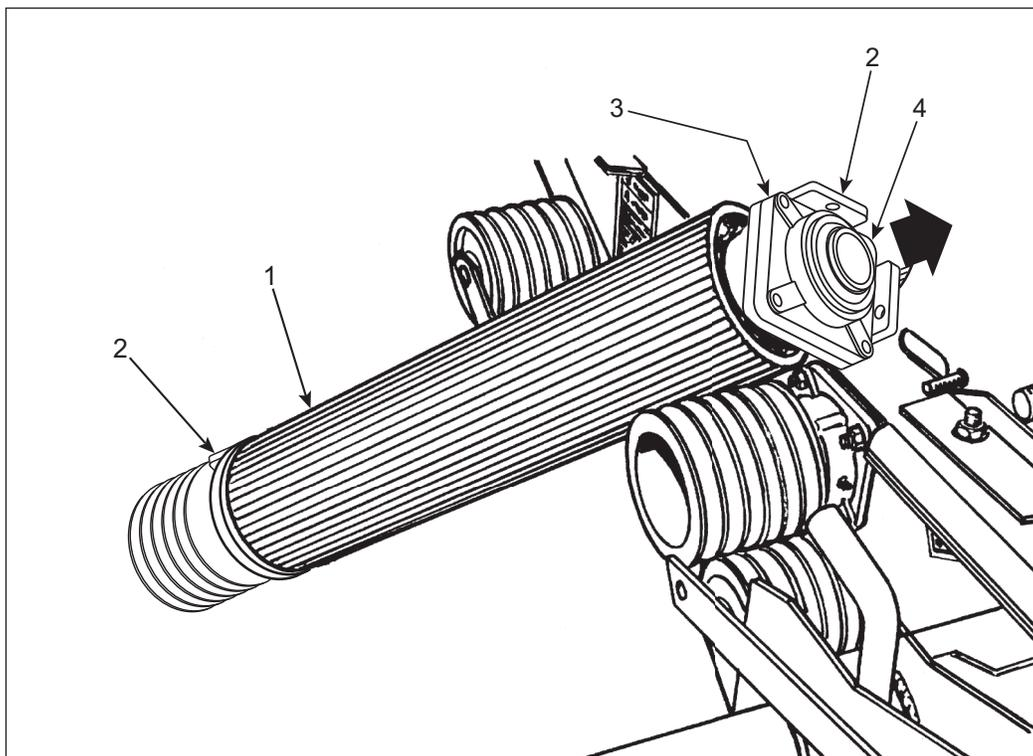

Figure 55
ÉTAPE 8 - FIGURE 55
1. Glisser lentement l'assemblage du rouleau du haut du broyeur (item 1) dans sa cage;
2. Aligner les deux plaques (item 2) avec les supports. Les boulonner avec quatre boulons à brides 1/2" dia. X 1" lg.